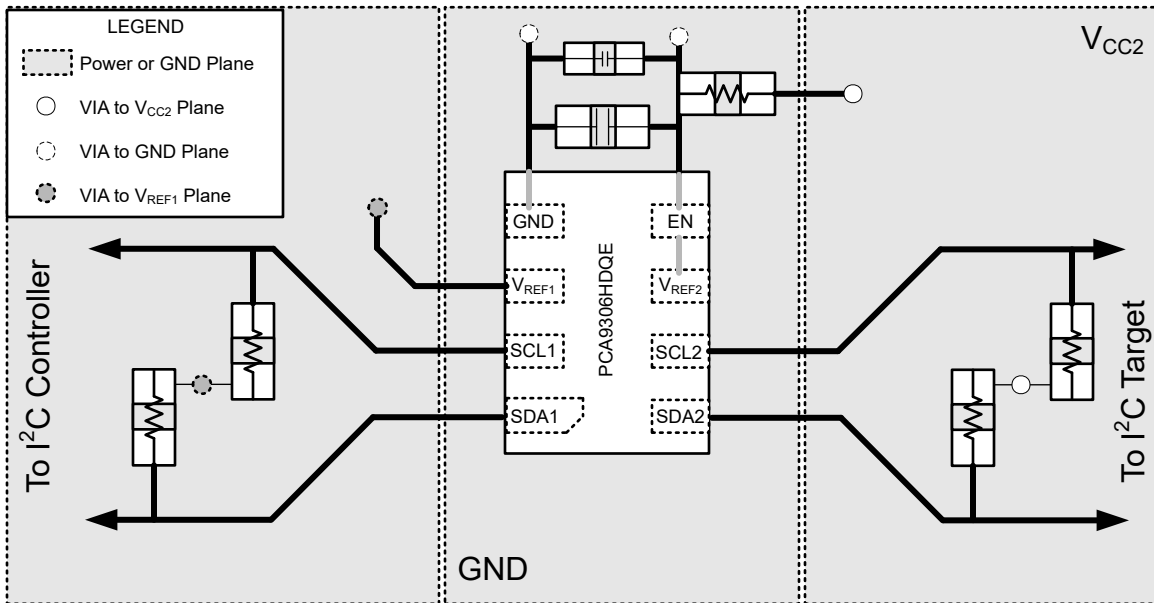

図 8-5. PCA9306H のレイアウト例
すべての PCB レイアウトにおける最善策は、信号トレースを直角に曲げないこと、集積回路 (IC) の近接部を離れるときに信号トレースが互いに離れていくように配置すること、トレース幅を太くして電源とグラウンドのトレースを通常時に大容量の電流が流れるようにすることです。 $100 \text{ pF}$  フィルタコンデンサは、 $V_{REF2}$  にできる限り近づけて配置します。より大きなデカップリングコンデンサを使用することもできますが、2 つのコンデンサと  $200 \text{ k}\Omega$  の抵抗器の時定数が長くなるため、PCA9306H デバイスのオン/オフ時間が長くなります。理想的な配置を図 8-5 に示します。
図 8-5 に例示されたレイアウトでは、信号配線に最上層を使用し、電源 ( $V_{CC}$ ) とグラウンド (GND) に分割プレーンとして最下層を使用することで、2 層のみの PCB を製造することができます。ただし、信号配線密度の高い基板では、4 層基板が推奨されます。一般的に 4 層 PCB では、信号を最上層と最下層に配線し、内部の 1 層をグラウンドプレーン専用にして、もう 1 つの内部層を電源プレーン専用にします。電源とグラウンドにプレーンまたは分割プレーンを使用する基板レイアウトの場合は、 $V_{CC}$  または GND に接続する必要がある表面実装部品パッドのすぐ隣にビアを配置し、ビアを内部層または基板の反対側に電気的に接続します。ビアは、信号パターンを基板の反対側に配線する必要がある場合にも使用されますが、この方法は図 8-5 には示されていません。